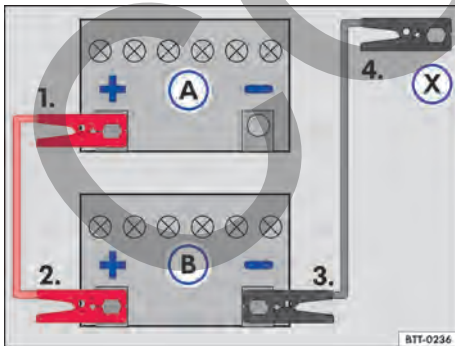

Fig. 163 Esquema para la conexión de los cables auxiliares de arranque: batería del vehículo descargada (A) y batería del vehículo que provee la corriente (B).
Leyenda para → fig. 163:
- Conectar un extremo del cable auxiliar de arranque *rojo* al polo positivo → fig. 163 (+) del vehículo con la batería del vehículo descargada (A) → ⚠.
- Conectar el otro extremo del cable de arranque auxiliar *rojo* al polo positivo (+) de la batería del vehículo que suministra corriente (B).
- Conectar un extremo del cable de arranque auxiliar *negro* al polo negativo (-) de la batería que brinda corriente (B) al vehículo.
- Conectar el otro extremo del cable de arranque auxiliar *negro* (X) al vehículo con la batería del vehículo descargada en una pieza maciza de metal atornillada firmemente al bloque del motor o en el mismo bloque del motor - aunque no cerca de la batería (A) → ⚠.